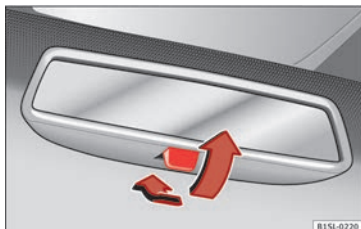

Fig. 50 Retrovisor antideslumbrante manual.
- Para oscurecer el retrovisor, tire de la palanca hacia atrás » fig. 50.